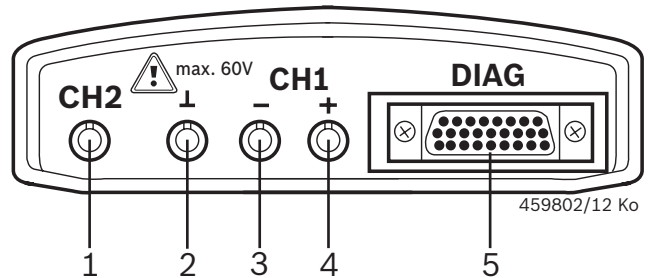

Fig. 1: Plaque de diagnostic et de mesure
- En l'absence de câble de diagnostic raccordé, établir une mise à la terre à l'aide du câble de masse fourni entre les modules KTS (fig. 1, pos. 2) et la masse du véhicule avant les mesures de U, R ou I.